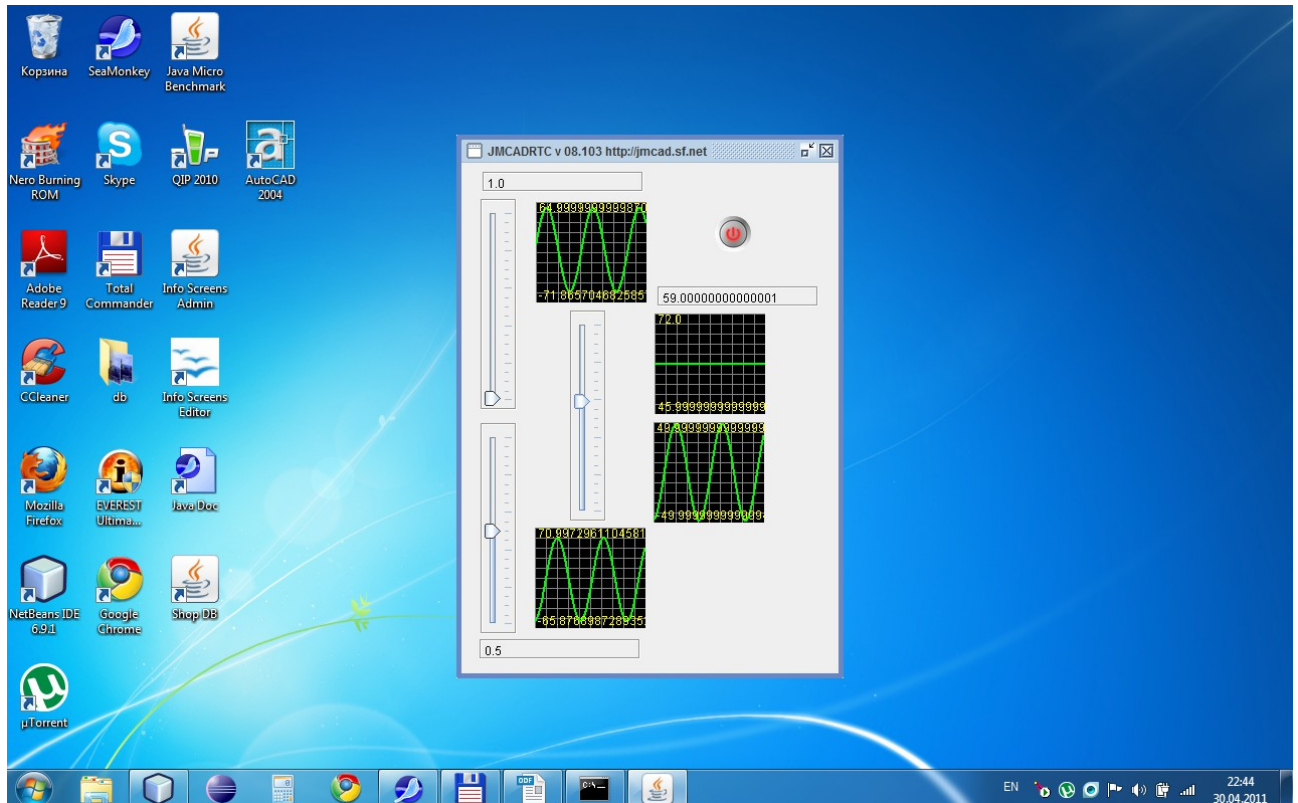

Рис. 3.3
моделлю (рис. 3.3). Запуск інтерфейсу контролю та управління моделлю проводиться через командний рядок.
- *isVisual* — змінна визначає видимість елемента при використанні його в інтерфейсі контролю та керування моделлю (рис. 3.3). За замовчуванням має значення *false*, що робить елемент невидимим в інтерфейсі контролю та керування моделлю;